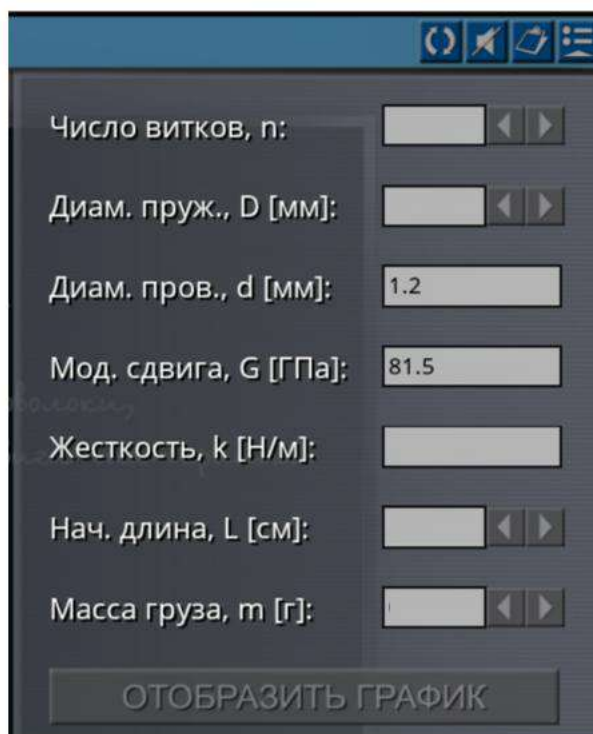

Рис.4. Панель параметров эксперимента
3. На панели параметров эксперимента (рис.4) установите параметры первой пружины: число витков n_1 , диаметр D_1 , длину пружины L_1 . Запишите в таблицу 1 значение коэффициента жесткости k_1 , которое отображается на панели параметров (это значение, рассчитанное по формуле 2 с учётом заданных параметров пружины).